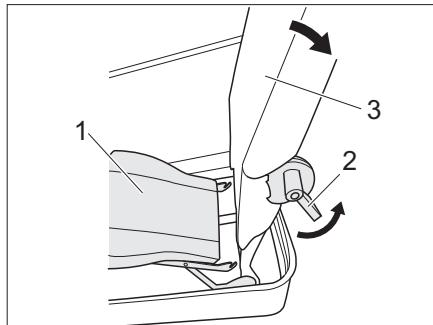
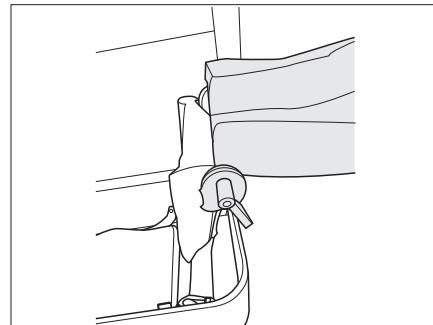

Fig. 223 Sganciare il piano di seduta
Fig. 224 Schienale ruotato all'indietro di 90°
- Sganciare il piano di seduta (Fig. 223,1) e spostarlo verso il basso.
- Azionare la leva 1 (Fig. 223,2) e ruotare all'indietro lo schienale (Fig. 223,3) di 90° (Fig. 224).